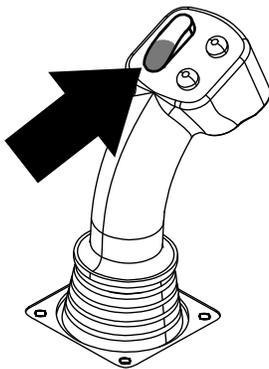
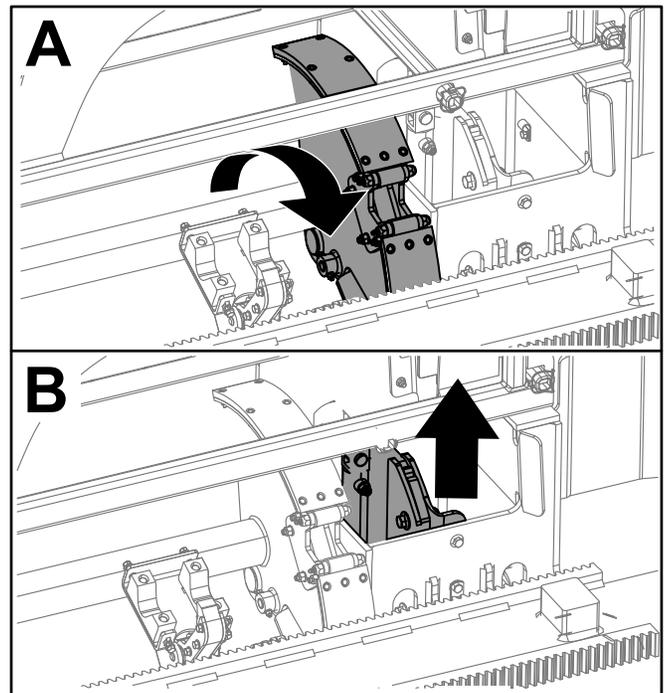

Рисунок 30
Рисунок 31
5. Удерживайте нижнюю часть перекидного переключателя (Рисунок 30) до тех пор, пока кулачковый механизм не повернется до упора вперед к стеллажу и подъемники не поднимут оставшуюся трубу в ящик для труб (Рисунок 31).